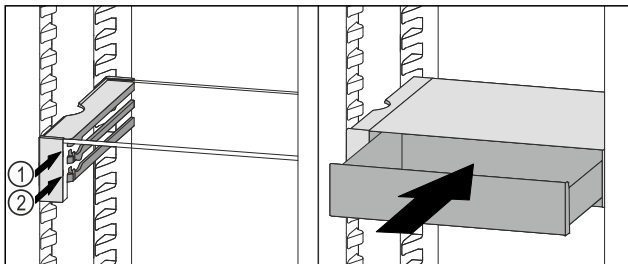

Fig. 119
- ▶ VarioSafe-lade achter de stoppers op de gewenste rib Fig. 119 (1) of Fig. 119 (2) plaatsen.